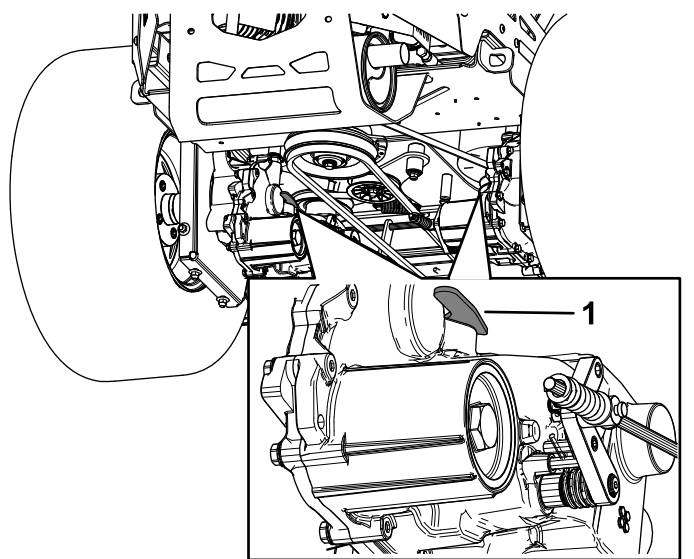

Figura 34
3. Pentru a deplasa maina, deplasai înainte ambele manete de bypass i blocai-le (Figura 34).
5. Pentru a pune în funciune maina, deplasai manetele de bypass spre spate i blocai-le (Figura 34).